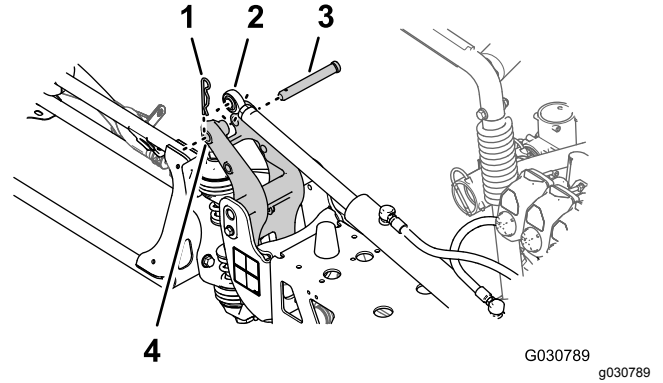

Bild 122
- Fluchten Sie das Stangenende des Hubzylinders mit dem Loch (5 mm) im Horn des Drehzapfen-Anschlussstückes aus (Bild 122).